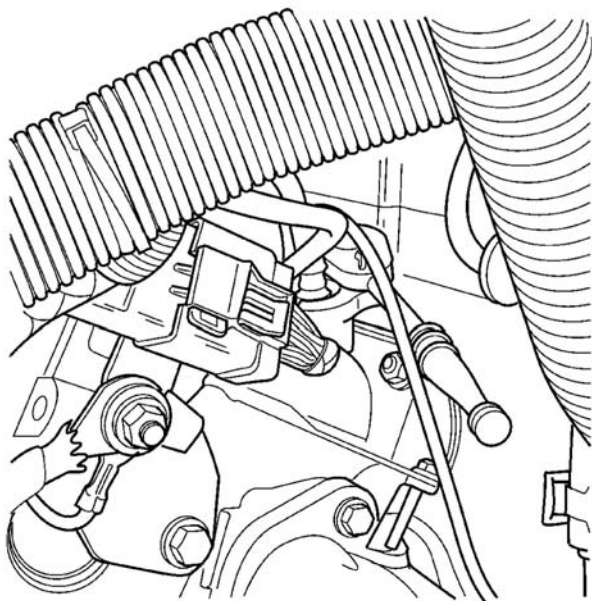

图 23 氧传感器 1/1
- (5) 卸下速度控制伺服和托架并重新固定。
- (6) 用套筒，如 SNAP-ON®YA8875 或等同工具，卸下传感器（图 23）。
(7) 当卸下传感器后，螺纹必须用 18mmX1.5+6E 丝锥清理。如果使用原来的传感器，请在传感器螺纹上，涂抹防熔粘料，如洛泰胶 771-64 或同级产品。